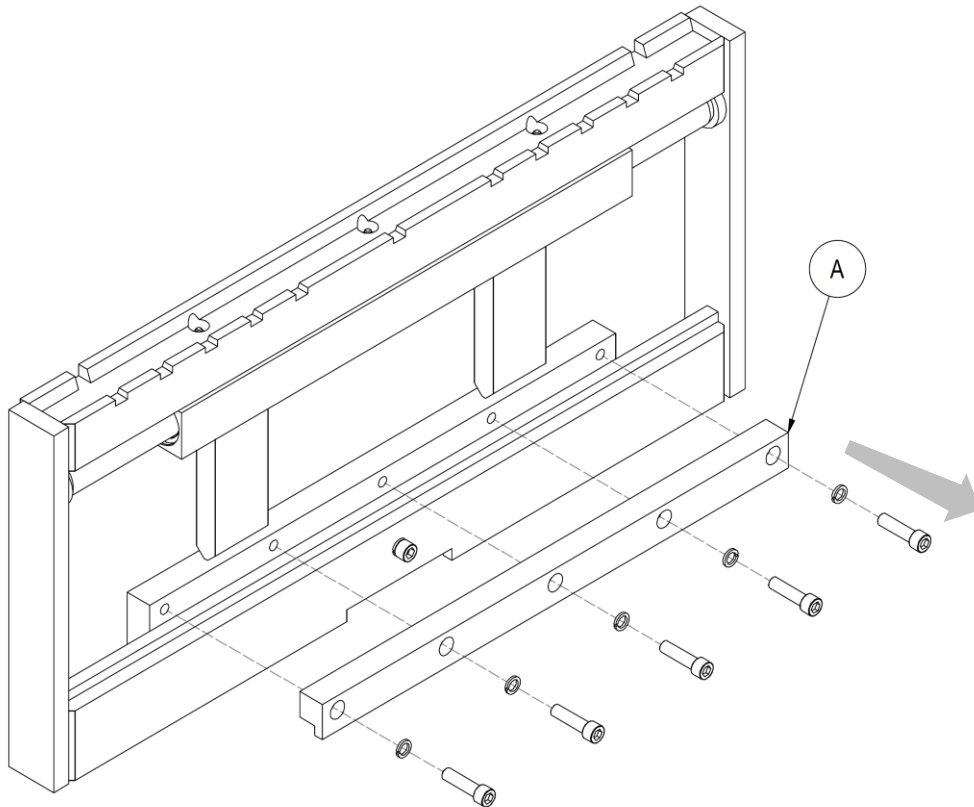

Abbildung 2
4. Entfernen Sie den unteren Haken **A** (siehe *Abbildung 2*).